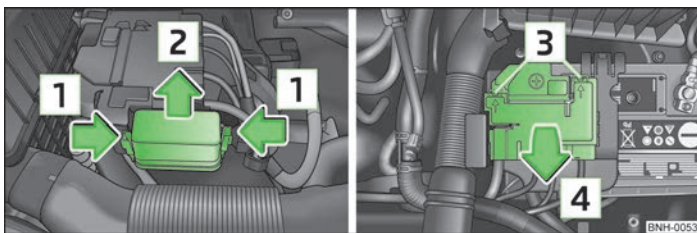

Fig. 124 Bateria autovehiculului: capacul panoului de siguranțe (varianta 1)
- În același timp, comprimați tastele de blocare în sensul săgeții » fig. 124.